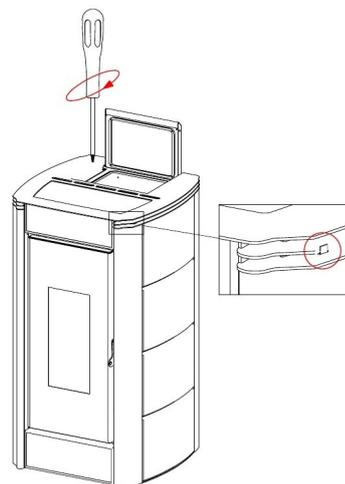

Fig. 29 - Positionieren der Abdeckung
- Abdeckung wieder aufsetzen und die entsprechenden Zähne zentrieren (siehe **Fig. 29 auf S. 21**).